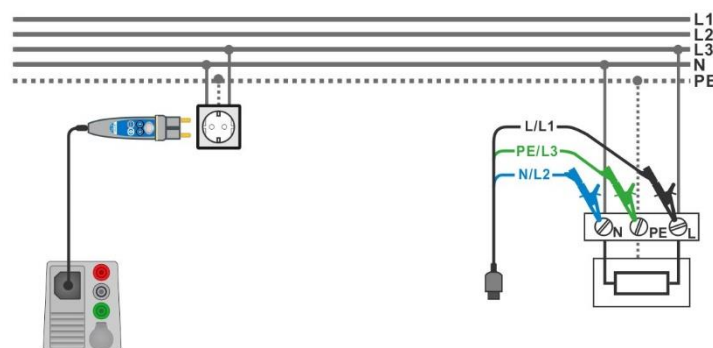

Abbildung 7.97: Anschluss des Commander-Prüfsteckers und der 3-Draht Prüflleitung
- › Schließen Sie den 3-Leiter Prüfadapter oder den Commander Prüfstecker am Prüfling an, siehe **Abbildung 7.97**.